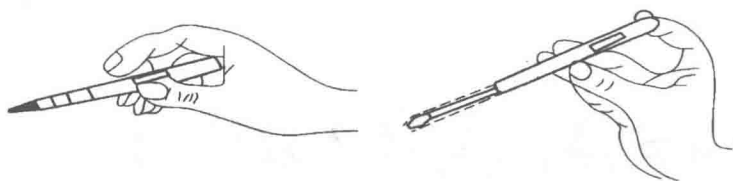

图 1-2 验电器的手持方法
(2) 测量时手指握住低压验电器笔身,食指触及笔身尾部金属体,低压验电器的小窗口应该朝向自己的眼睛,以便于观察,如图 1-2 所示。
(3) 在较强的光线下或阳光下测试带电体时,应采取适当避光措施,以防观察不清氖管是否发亮,造成误判。
(4) 低压验电器可用来区分相线和零线,接触时氖管发亮的是相线(火线),不亮的是零线。它也可用来判断电压的高低,氖管越暗,则表明电压越低;氖管越亮,则表明电压越高。